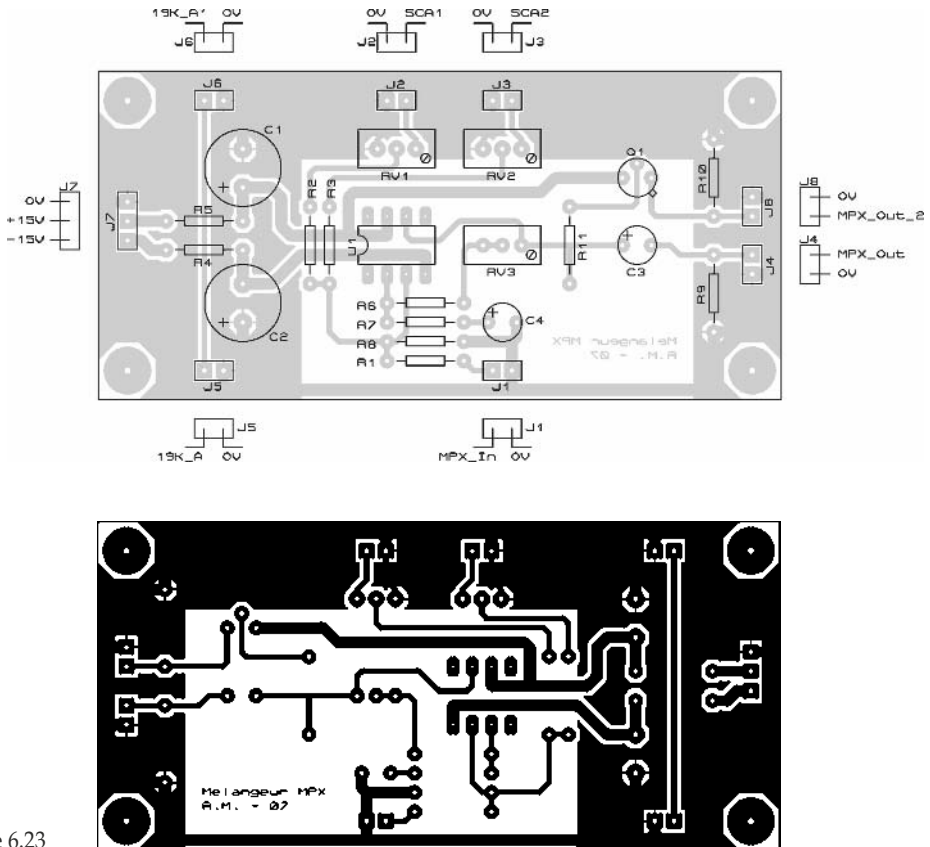

Figure 6.23
**Tentatoo** – Voici le détail de câblage en **figure 6.23**, que vous pouvez mettre de côté.